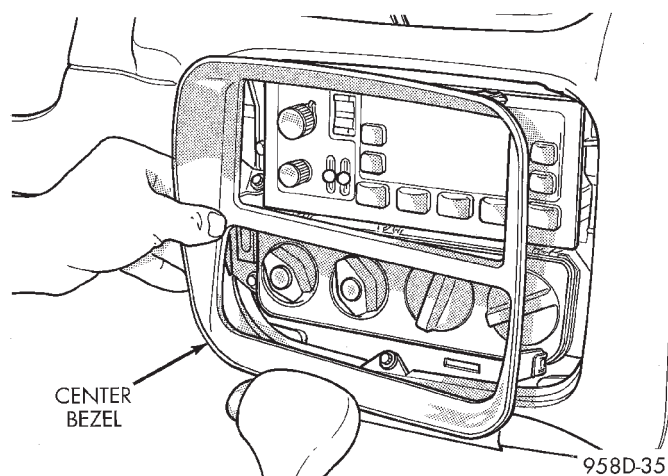

Fig. 11 Center Bezel
(8) Pull center bezel off (Fig. 11).